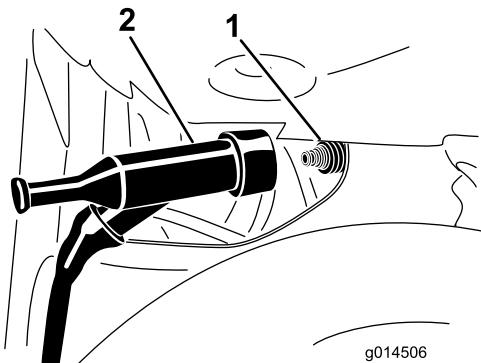

Figure 29
- Débranchez le fil de la borne de la bougie (Figure 29).
4. Poussez le fil sur la borne de la bougie (Figure 29).